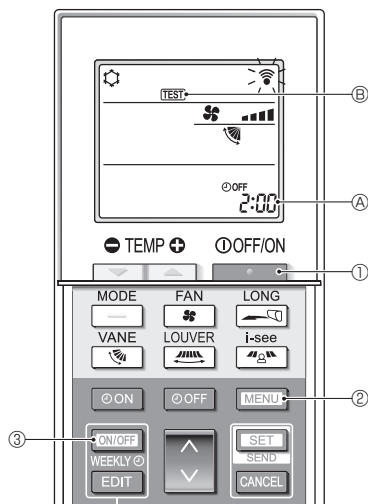

Fig. 7-5
7.2.2. Za pomocą bezprzewodowego pilota zdalnego sterowania (Fig. 7-5)
- Nacisnąć przycisk ①, aby wyłączyć klimatyzator.
- Jeśli programator tygodniowy jest włączony (jest wyświetlana ikona), należy nacisnąć przycisk ③, aby go wyłączyć (nie jest wyświetlana ikona).
- Nacisnąć przycisk ② na 5 sekund.
- Nacisnąć przycisk ②.